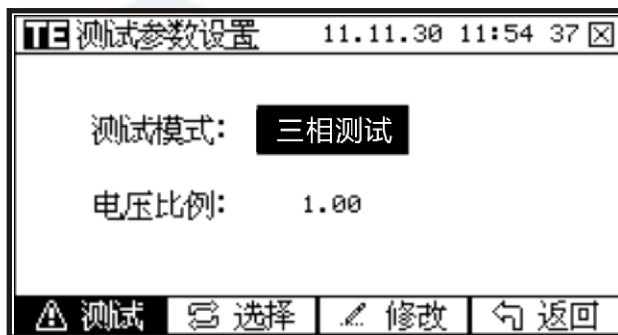

图1.5.2
(2) 合上电源开关，显示主菜单后(见图1.3.3)，按【测试】功能按键，进入测试参数设置界面（见图1.5.2），按【选择】和【修改】按键完成设置，再次按【测试】开始测试。